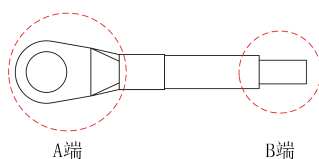

图2-5 接线端子示意图
(5) 接地安装：MV810-PNET01与MV810-ECAT01在配线时，须做接地安装，接地线材须用户自行准备和压接，如图2-5。